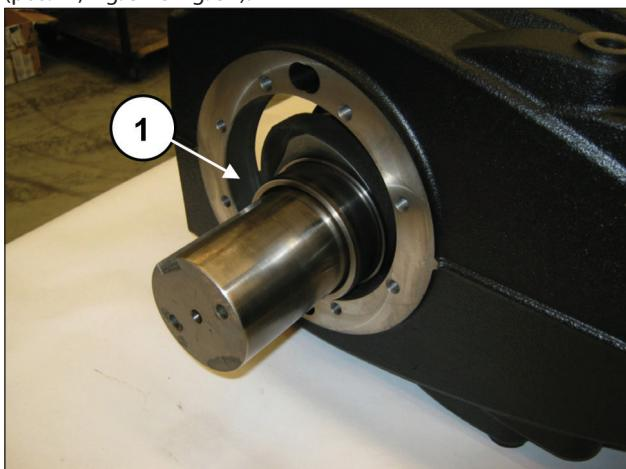
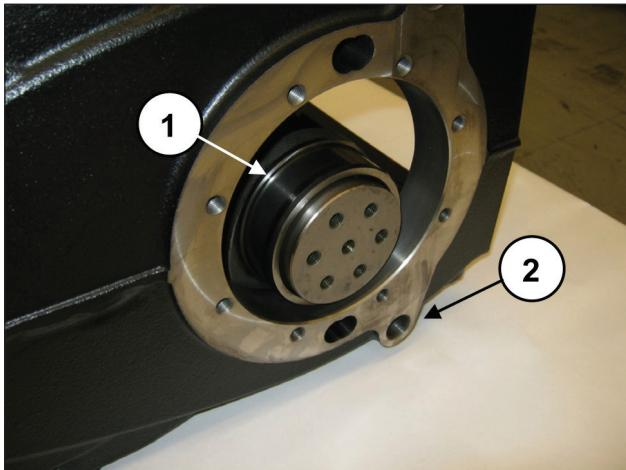

Fig. 51
Fig. 52
**L'albero a gomiti deve essere tassativamente montato con il lato PTO dalla parte opposta rispetto ai fori G1/2" per i tappi di scarico olio del carter pompa (pos. ②, Fig. 52).**
Arrivare fino al completo inserimento dell'albero nel carter (pos. ①, Fig. 51 e Fig. 52).